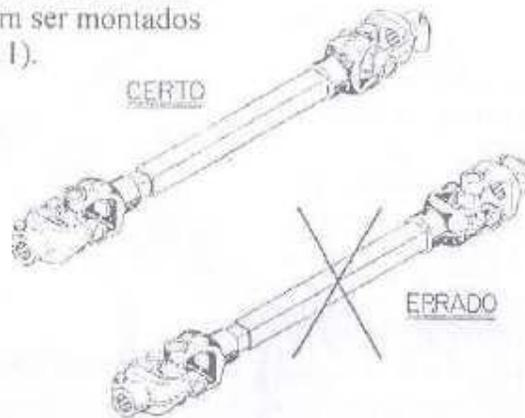

Fig. 11 - Posição dos terminais do cardan.
5. No cardan constituído de tubo e de barra de seção transversal quadrada, os terminais de acoplamento devem ser montados na mesma posição (Fig. 11).